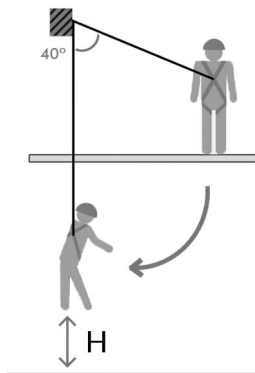

Fig. 5
Asegúrese de que exista un espacio libre adecuado en la ruta de caída para evitar golpear un objeto durante una caída (es obligatorio). Se recomienda un mínimo de 3 metros (H) desde el nivel de trabajo hasta el nivel más bajo o el obstáculo más cercano. Antes de cada uso, asegúrese de que no haya ningún obstáculo dentro de los 3 metros (como mínimo) por debajo de la plataforma de trabajo del usuario. (ver Fig. 5)